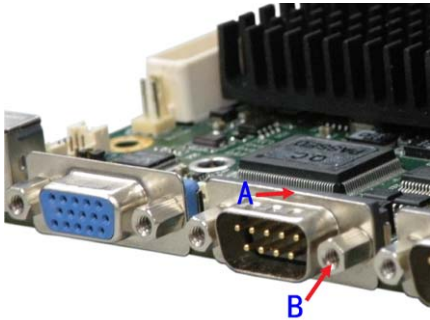

图 2-7. 外部接口插拔
- 建议对单个板卡的外部接口进行操作时，可适当用一只手协助固定接口（如用手按住图 2-7 中 A 所示位置），另一只手对接口外部连接器进行插拔。
注：为了保证信号连接的可靠性，DB 头插座对应的接插件两侧带有紧固螺丝，因此，在拆除 DB 头插座对应的连接器时，请确保连接器上的螺丝已与插座的螺柱（如图 2-7 中的位置 B）脱离！